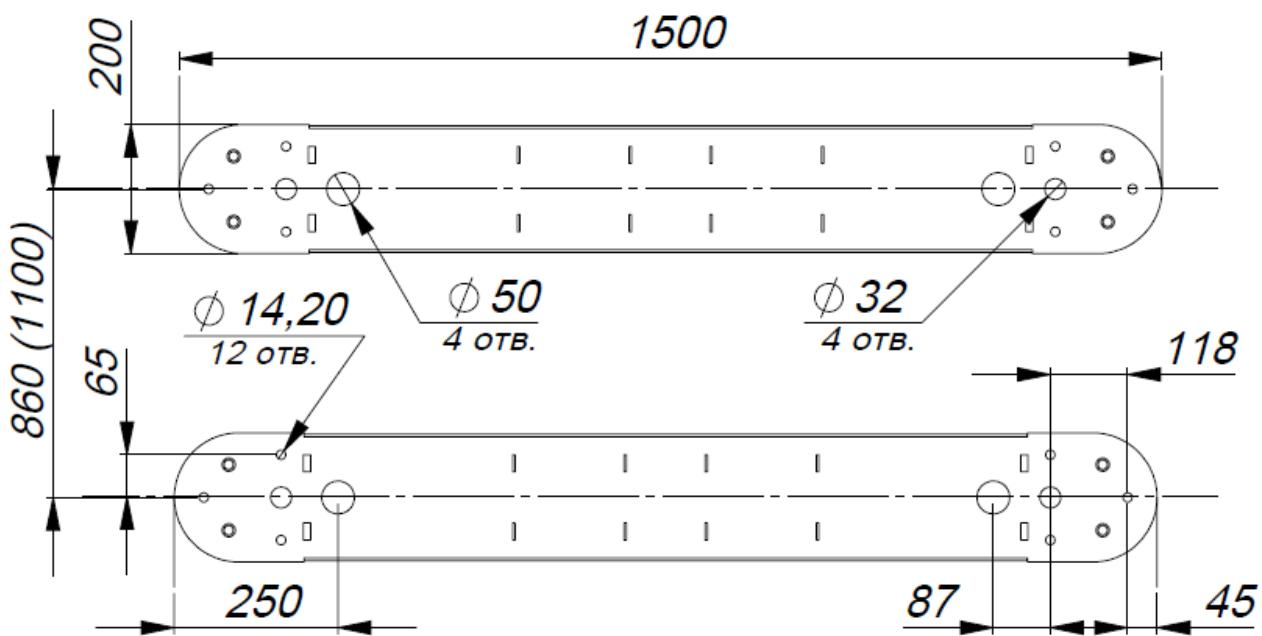

Рис. 5. Установочные размеры при ширине прохода 660 (900) мм
4.2.4. Подводка кабелей производится через отверстия диаметром 50 мм (рис. 5) в нижних плитах модулей.